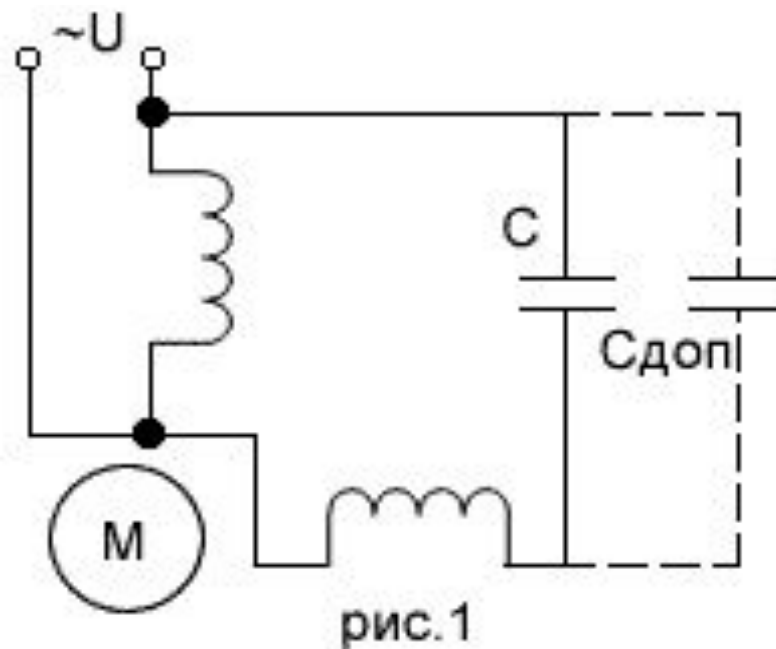

рис.1
Статор состоит из литого корпуса цилиндрической формы (см. рис. 1а). Внутри статора располагается магнитопровод с вырубленными пазами, в которые укладывается статорная обмотка. Концы обмоток выводятся в клеммную коробку и могут быть соединены как треугольником, так и звездой и подключаются к трехфазной сети.
- Наиболее выгодным является применение не третьей запускаящей обмотки, а конденсатора, и соответствующие двигатели называют конденсаторными (рис.1)